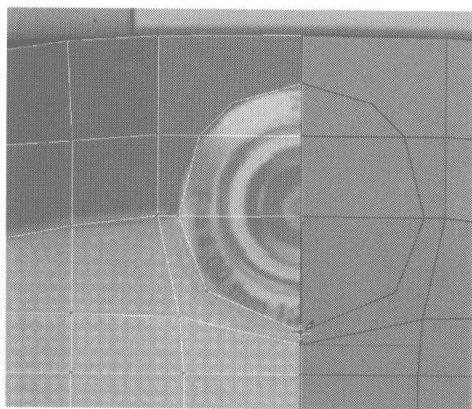
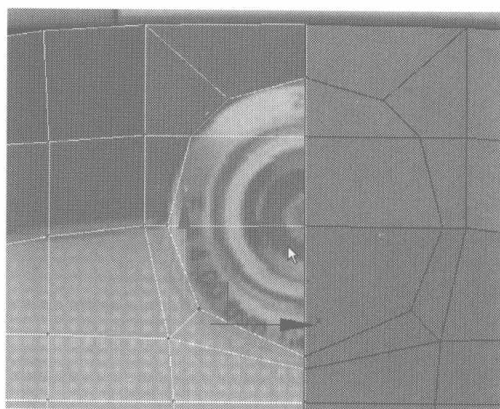
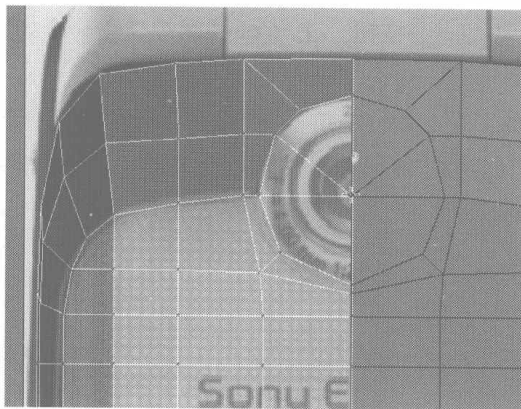

图 4.49
图 4.50
图 4.51
- 10** 下面制作显示屏。在 Front 视图中单击右键，在弹出的快捷菜单中选择 Cut 命令，在如图 4.49 所示的位置添加细分线，然后再添加如图 4.50 所示的边线，并将如图 4.51 所示的节点焊接。